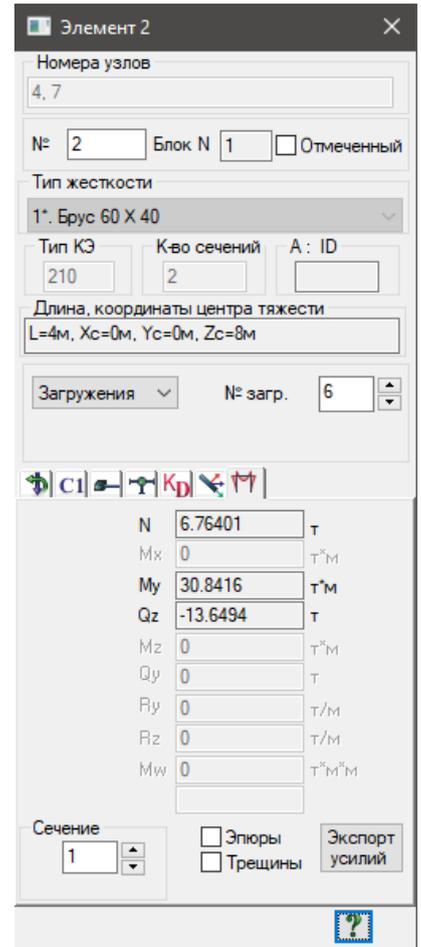
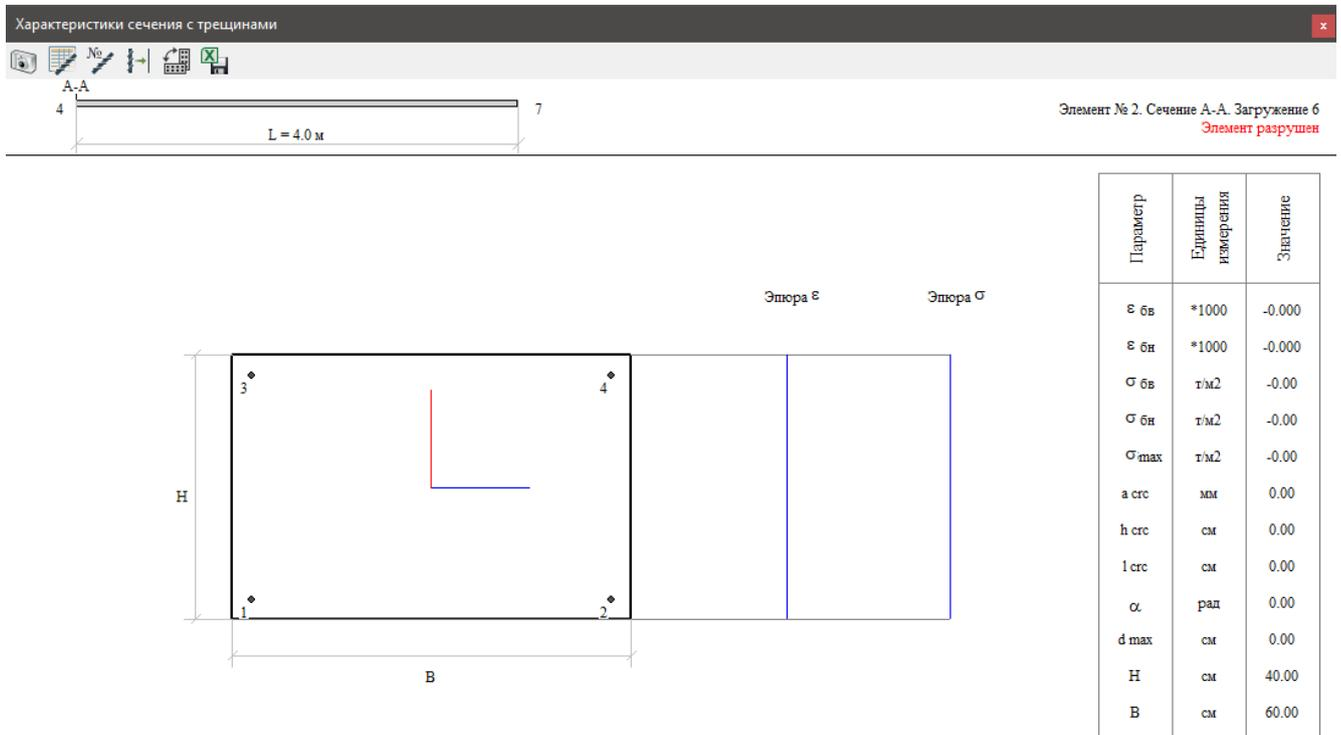

Рис.16.33 Диалоговое окно информации об элементе
Рис.16.34 Диалоговое окно характеристик сечения с трещинами
- В открывшемся диалоговом окне (Рис. 16.33), щёлчком левой кнопки мыши активируйте галочку **Трещины**, чтобы вызвать окно **Характеристики сечения с трещинами** (Рис. 16.34).